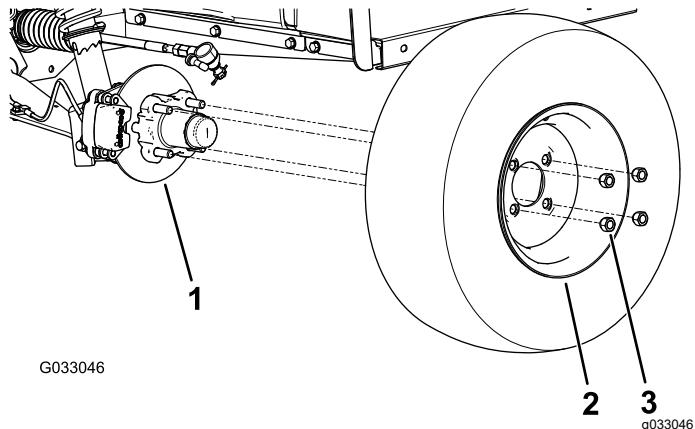

图 32
2. 卸下将车轮固定到轮毂上的 4 个车轮螺母 图 32。
4. 将车轮中的孔与轮毂中的螺栓对齐并将车轮安装到轮毂上阀杆向外图 32。
5. 使用车轮螺母将车轮固定到轮毂上图 32。